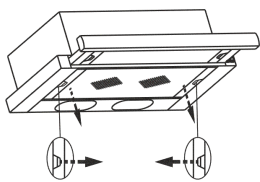

рис. 7
- снимите алюминиевый фильтр, для этого нажмите на пружинный замок на фильтре и потяните его вниз и на себя (рис. 7);
8.3 Для очистки алюминиевого фильтра извлеките его из вытяжки (рис. 7) и произведите его очистку с помощью щетки в водном растворе нейтрального моющего средства вручную или в посудомоечной машине (при 60°C). Сильно загрязненный фильтр не следует мыть в посудомоечной машине. Старайтесь не сгибать фильтр при мойке. Возможное изменение цвета фильтра, с течением времени, не приводит к снижению эффективности его действия.